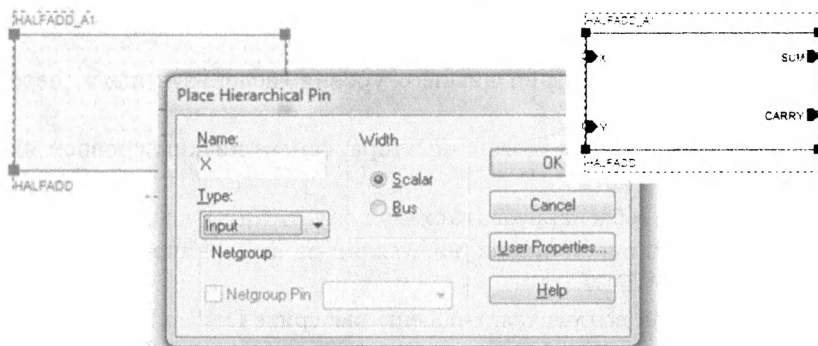

Рис. 18.23. Установка контактов блока
2.4. Выберите иерархический блок и затем из меню Place выберите Hierarchical Pins (рис. 18.23).
2.6. Поместите пин, как показано на рис. 18.23. Аналогично добавьте пин Y и два выходных пина SUM и CARRY.